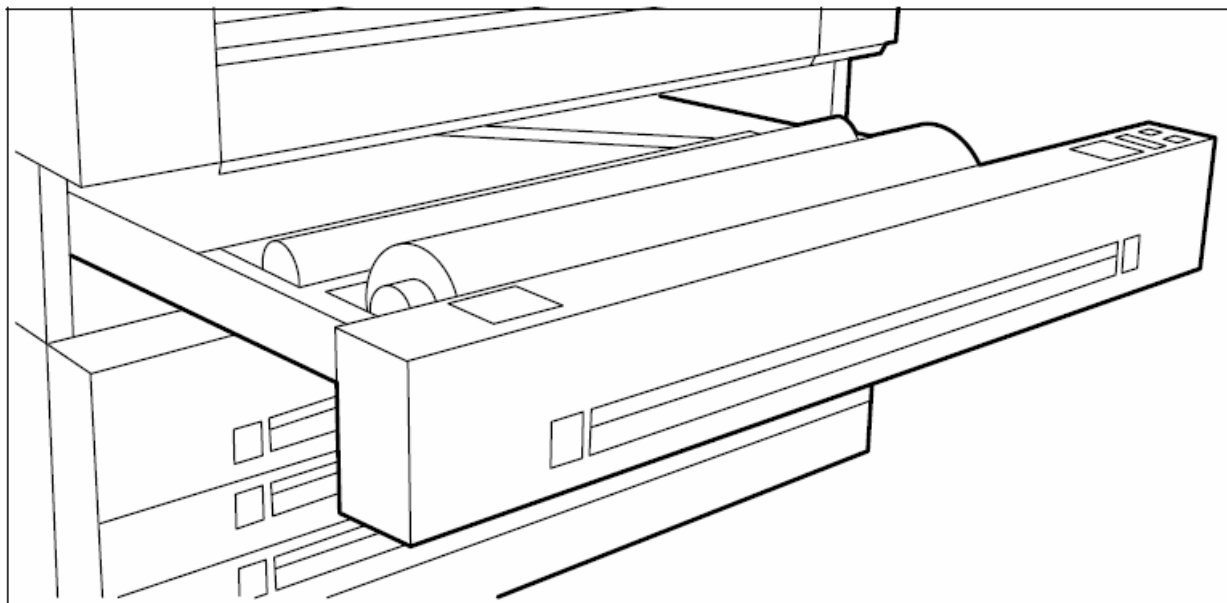

Рисунок 89: Показано, как открывать требуемый отсек с рулонным носителем
1. Откройте требуемый отсек с рулонным носителем (смотрите рисунок 89).